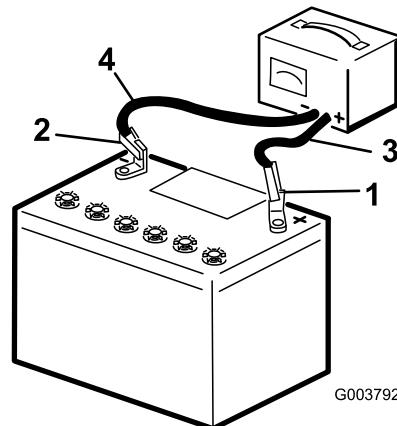

Bild 52
2. Laden Sie die Batterie für vier bis acht Stunden mit 3-4 Ampere auf (Bild 52). Überladen Sie die Batterie nicht.
3. Wenn die Batterie voll geladen ist, ziehen Sie den Stecker des Ladegeräts aus der Dose. Klemmen Sie dann die Klemmen des Ladegeräts von den Batteriepolen ab (Bild 52).